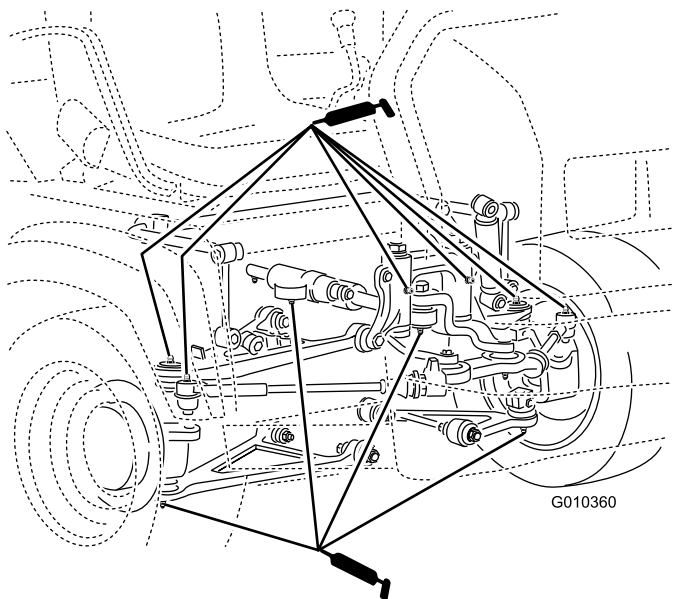

Figure 29
- **Rotules (4) ;** voir Figure 29
- **Biellettes de direction (2) ;** voir Figure 29
- **Supports de pivot (2) ;** voir Figure 29
- **Vérin de direction (2) ;** voir Figure 29